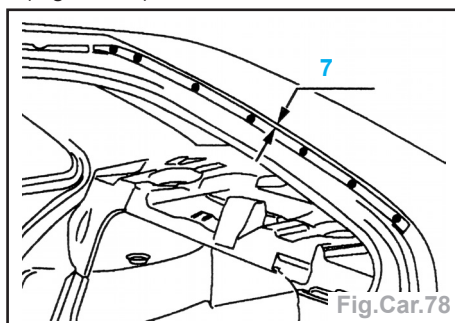

Fig.Car.78
- Poser le support joint entrée de porte (Fig.Car.78).